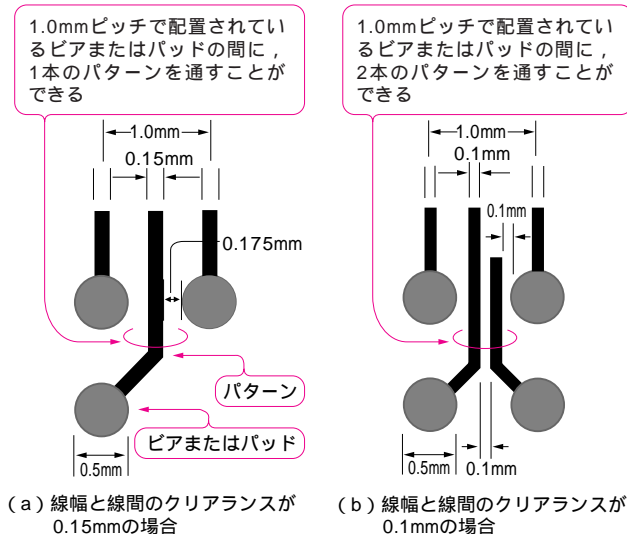

図1 線幅と線間クリアランス
- 線幅と線間クリアランスの標準値を0.15mmとし、最小値を0.1mmとする(図1)。